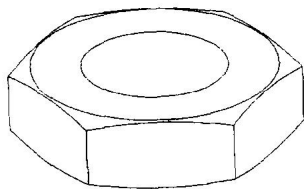

图 2-8 旋转切面
6. 拷贝旋转切面特征。执行菜单管理器中的 PART→Feature→Copy→Mirror→Select→Dependent→Done 命令,选取刚生成的旋转切面特征(截面为梯形的部分)后,执行菜单管理器中的 Done 命令,再选取 TOP 面作为对称平面,即可完成镜像复制特征的操作,结果如图 2-8 所示。